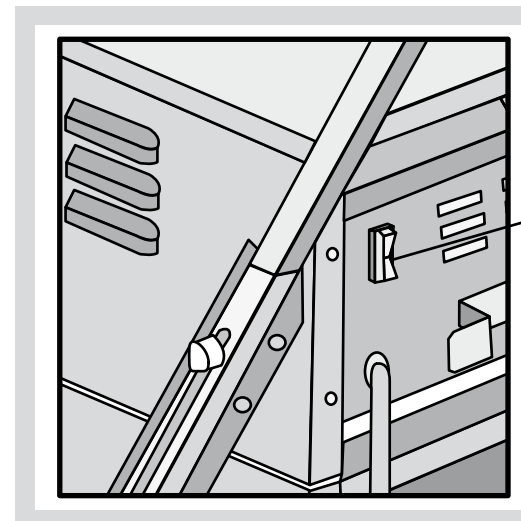

Figura 3 INTERRUPTOR.
5. Encender el filtro y esperar a que se realice toda la filtración del aceite (Figura 3).